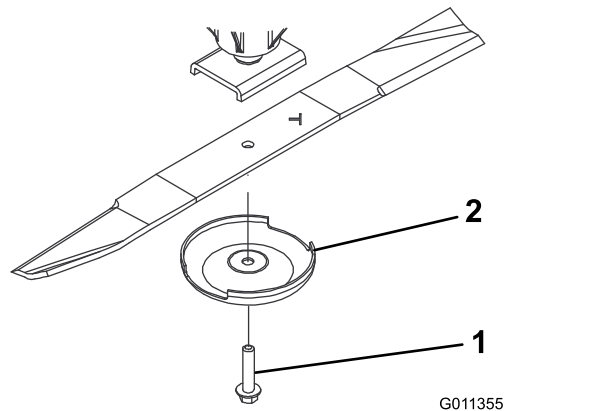

Figura 66
3. Retire del eje de la cuchilla el perno de la cuchilla, el protector de césped y la cuchilla (Figura 66).